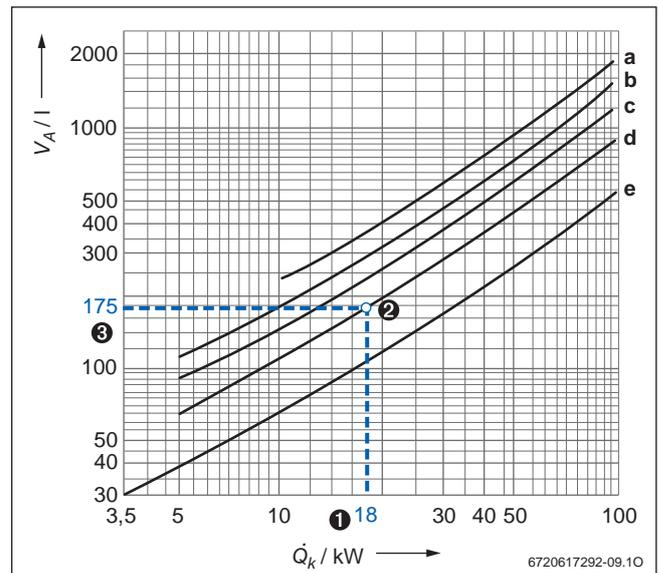

Bild 18 Anhaltswerte für den durchschnittlichen Wasserinhalt von Heizungsanlagen
In Abhängigkeit von verschiedenen Parametern der Heizungsanlage lässt sich das Anlagenvolumen aus dem Diagramm ablesen (→ Bild 18, Seite 19).
Das nach Punkt 3 aus dem Bild 18 abgelesene Anlagenvolumen muss kleiner sein als das maximal zulässige Anlagenvolumen. Wenn das nicht zutrifft, muss ein größeres Ausdehnungsgefäß gewählt werden.
- ③ Gesamtwasserinhalt der Anlage = 175 l
- (→ Bild 18, Kurve d)
- ④ Erforderlich ist ein AG mit 12 l Inhalt (→ Tabelle 12), weil hierfür das nach Bild 18 ermittelte Anlagenvolumen kleiner als das maximal zulässige Anlagenvolumen ist.